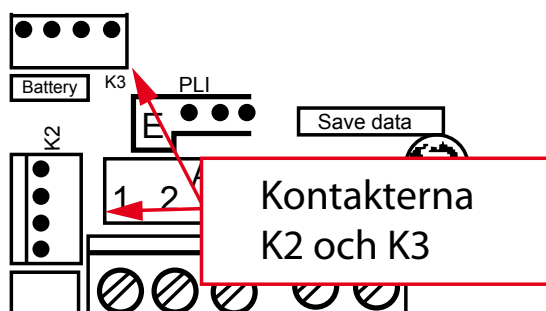

Fig 1, Anslutningsplint F4
3. Gör mätaren spänningslös genom att koppla ur de fyrpoliga kontakterna K2 och K3, se fig.1.